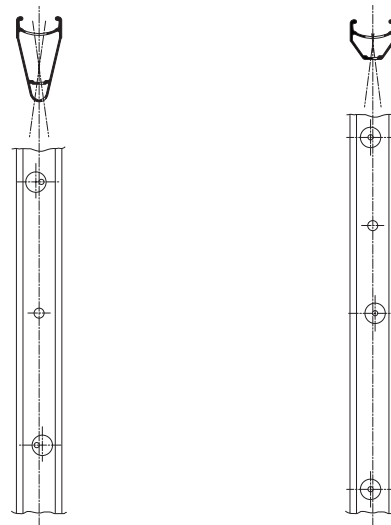

Fig. 44
- I fori per i raggi di destra e di sinistra non sono allineati, ma sono leggermente spostati rispettivamente verso destra e verso sinistra (Fig. 44).
- The holes for the RH and LH spokes are not aligned but slightly offset respectively to right and left (Fig. 44). **NEVER fit a LH spoke in a RH hole and vice versa.**
- Die Bohrungen für die Speichen der rechten und der linken Seite sind nicht gerade ausgerichtet, sondern jeweils leicht nach rechts bzw. nach links verschoben (Abb. 44).
- Les trous pour les rayons de droite et de gauche ne sont pas alignés, ils sont légèrement décalés respectivement vers la droite et vers la gauche (Fig. 44).
- Los orificios de los radios de la derecha y de la izquierda no están alineados, sino que están desplazados un poco, respectivamente, hacia la derecha y hacia la izquierda (Fig. 44).